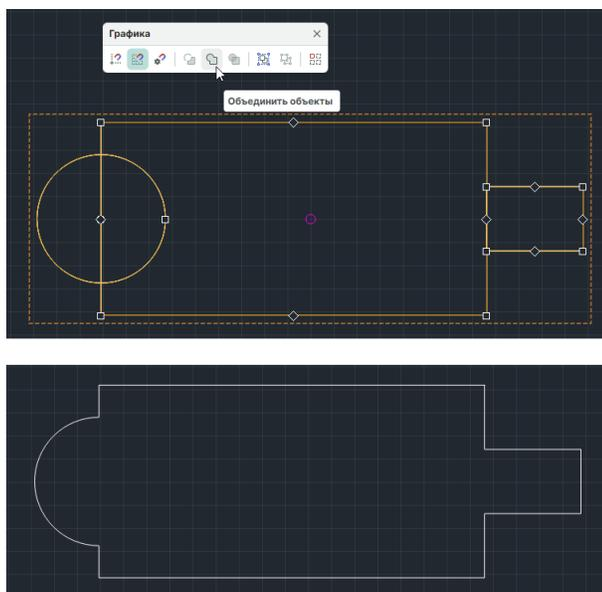

Рис. 135 Работа инструмента «Объединить объекты»
3. На панели инструментов «Графика» воспользуйтесь инструментом «Объединить объекты», см. Рис. 135.